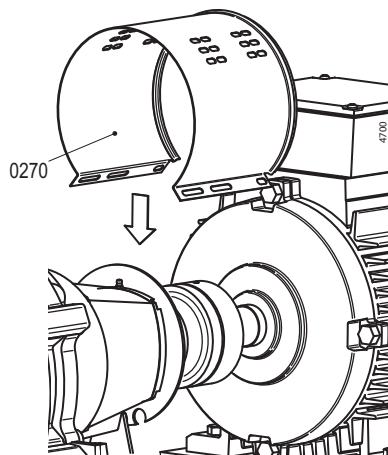

Рисунок 13. Установка кожуха на стороне двигателя
- 2 Снимите оба кожуха (0270). См. рисунок 13.